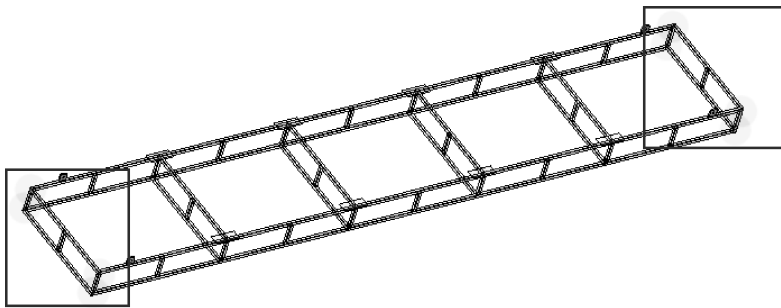

图 1-20 缝焊焊接及未完成处
(1) 在结构静力分析上，右键单击【Geometry】→【Edit Geometry in SpaceClaim...】，进入 SpaceClaim 环境。
(2) 单击【Prepare】→【Analysis】→【Weld】→【Option-Find/Fix】→【Maximum Length】=20mm。托架结构构件连接处出现红球，图形区单击完成图标，修改【Maximum Length】=30，然后再次单击完成图标；再次单击完成图标，可以看到托架结构两端八个角立杆两端连接处还有红球，表明未焊接，如图 1-20 所示。